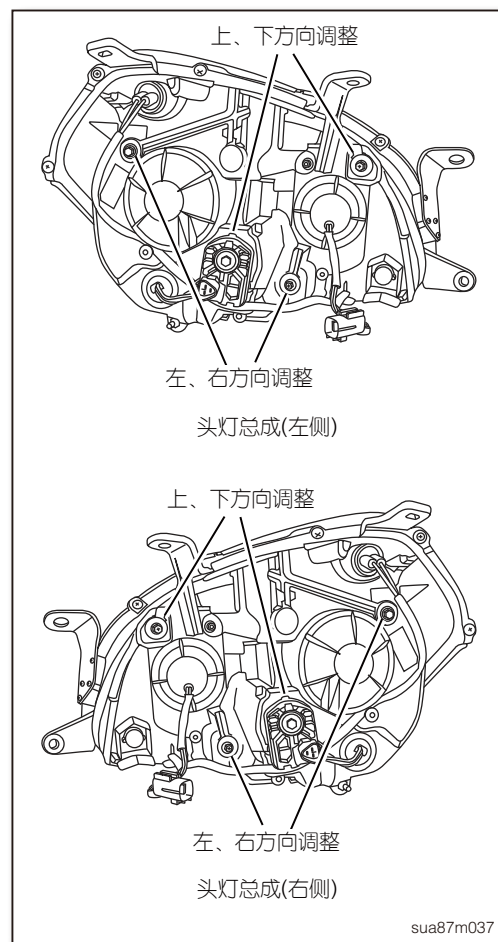

图 8
4. 使用适当工具调整调整螺丝，来执行对焦调整（如图 8）。